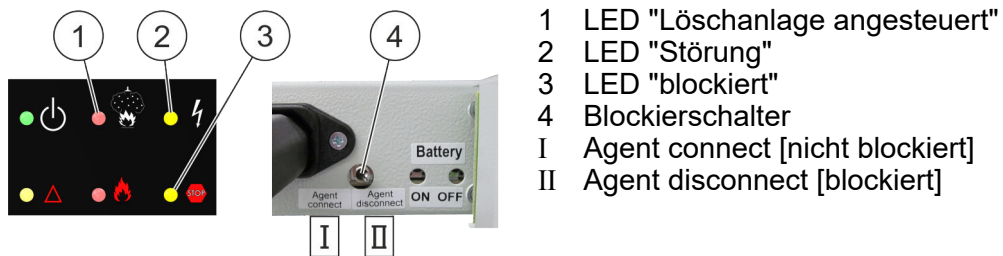

Abb. 63: Blockierung
- Das System vor einem Funktionstest blockieren. Dazu den Blockierschalter (Abb. 63/4) auf "Agent disconnect [blockiert]" (Abb. 63/II) schalten.
- Die obere gelbe LED (Abb. 63/2) leuchtet.
Ist eine mit Türkontaktschalter ausgerüstete Tür geöffnet, leuchtet zusätzlich die untere gelbe LED (Abb. 63/3).
- Vor Aufhebung der Blockierung sicherstellen, dass die obere rote LED (Abb. 63/1) **nicht** leuchtet, da andernfalls der Löschvorgang sofort eingeleitet wird.